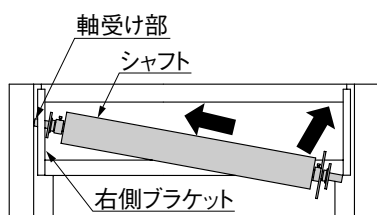

図3-2
- ① 右側ブラケットの軸受け部に、シャフトのスプロケットが付いていない方の軸を差込んでください。（図3-2参照）